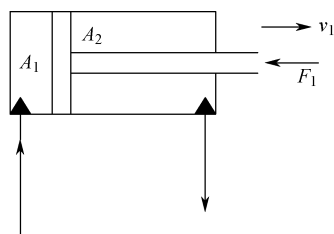

图 1-2-4
2. 如图 1-2-4 所示的液压缸，输入流量为 10L/min，输入压力为 2MPa，有杆腔压力（背压）为 0.5MPa，活塞直径  $D=100\text{mm}$ ，活塞杆直径  $d=50\text{mm}$ ，求活塞移动的速度  $v$ 、有杆腔排出的流量及负载  $F$ 。